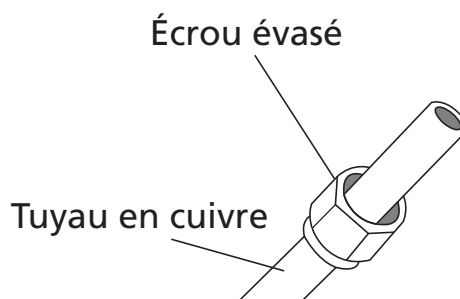

Fig. 5.3
3. Placez des écrous évasés aux deux extrémités de la conduite. Assurez-vous qu'ils sont orientés dans la bonne direction. Vous ne pourrez plus en remettre ou changer leur direction après l'évasement. Voir **Fig. 5.3**.